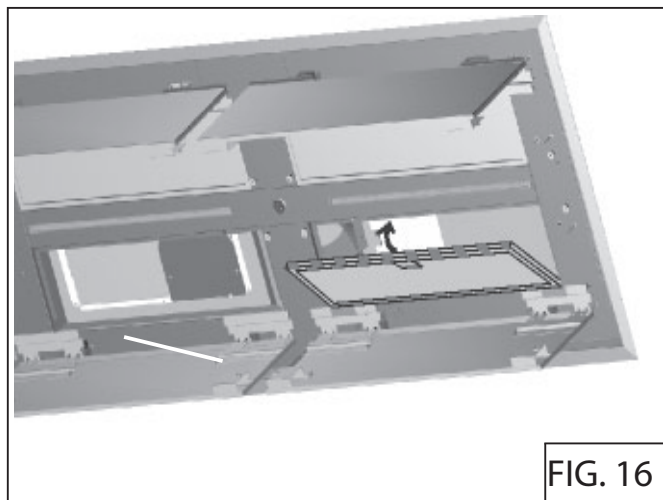

FIG. 16
1. Pour installer les filtres à graisses, alignez les ergots arrière des filtres dans les fentes de la hotte. Enfoncez la languette métallique, poussez le filtre en place et relâchez la languette. Vérifiez si le filtre est bien fixé une fois replacé. Fig.16.